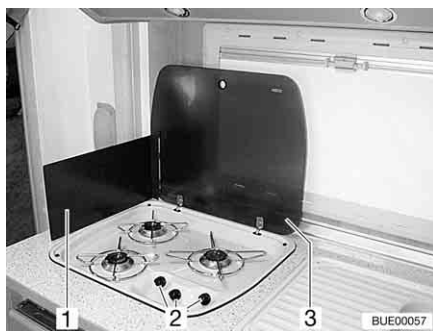

Fig. 161 Réchaud à gaz
- Ouvrir le couvercle du réchaud à gaz (Fig. 161,3).
- Selon le modèle, relever l'écran pare-flammes (Fig. 161,1) ou le mettre en place.
- Tourner le bouton tournant (Fig. 161,2) du brûleur désiré en position d'allumage (grande flamme).